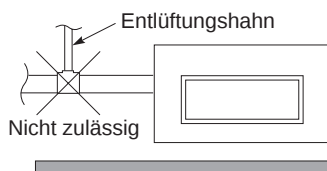

Abb. 3-14
- Keinen Entlüftungshahn anbringen, da dies zu einem Herausspritzen von Wasser aus der Ablaufleitungsöffnung führen kann. (Abb. 3-14)